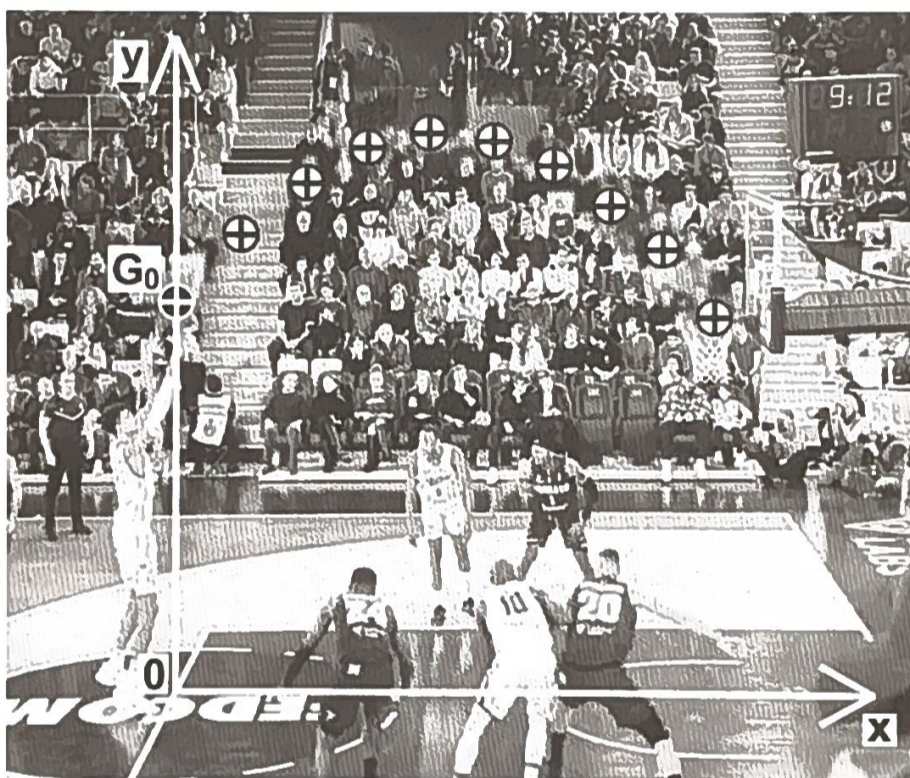
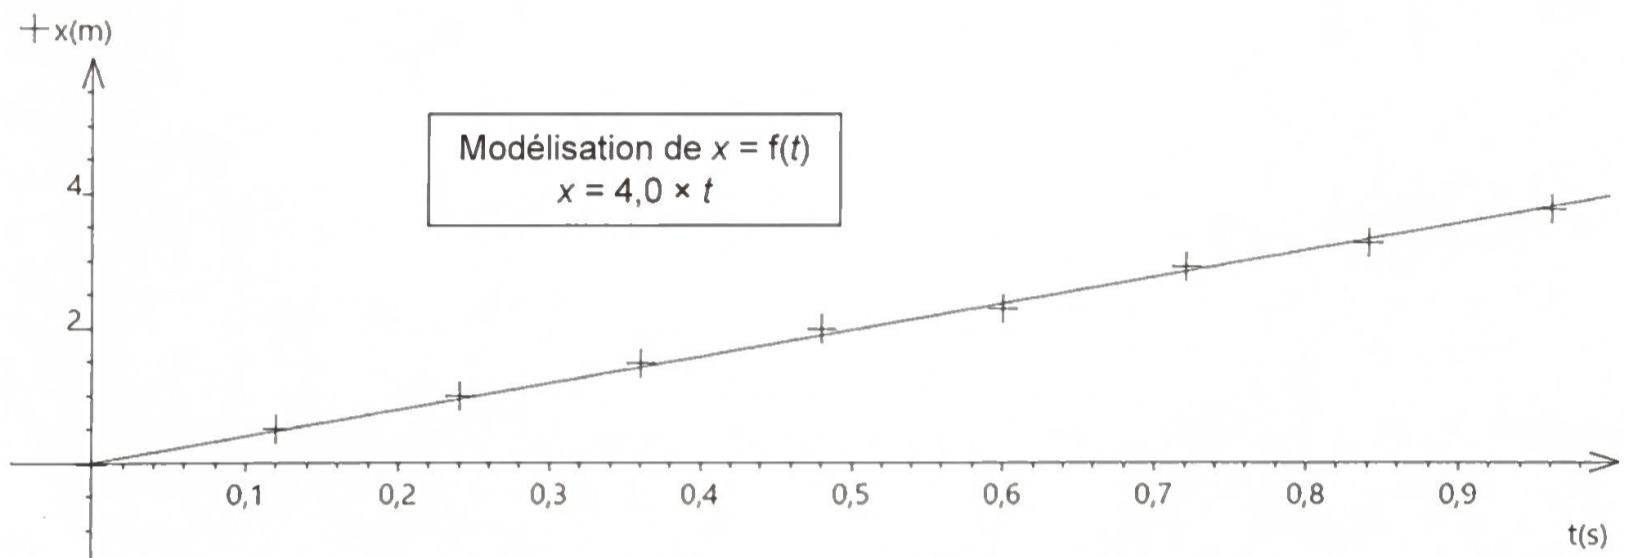

Figure 1 – Chronophotographie du lancer franc
Figure 2 – Évolution de la coordonnée x du ballon en fonction du temps t
Victor Wembanyama, célèbre joueur français de basket, évoluait au Metropolitans 92 lors du championnat 2022-2023 lorsqu'il a effectué ce lancer franc au cours d'un match contre Monaco (voir figure 1).
La trajectoire du centre du ballon est étudiée dans le plan vertical perpendiculaire au sol passant par la main du basketteur au moment où il lâche le ballon et par le centre du panier. On utilise le repère (xOy) indiqué sur la figure 1.
À partir de la vidéo du lancer franc, le pointage des positions du centre d'inertie G du ballon permet d'obtenir la chronophotographie de la figure 1. Les données sont traitées par un logiciel pour obtenir les courbes des figures 2 et 3.
- Q.2. Déterminer, à l'aide de la figure 2, la valeur de la coordonnée v_x du vecteur vitesse \vec{v} .